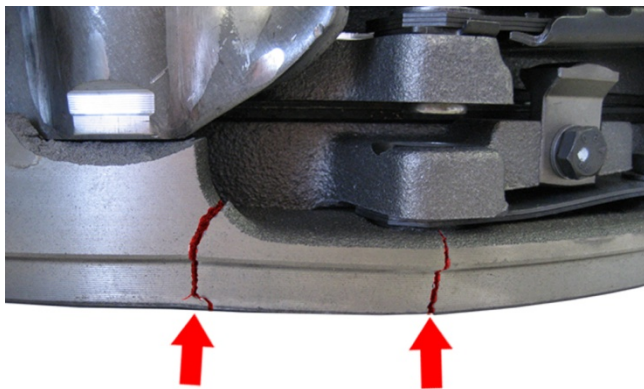
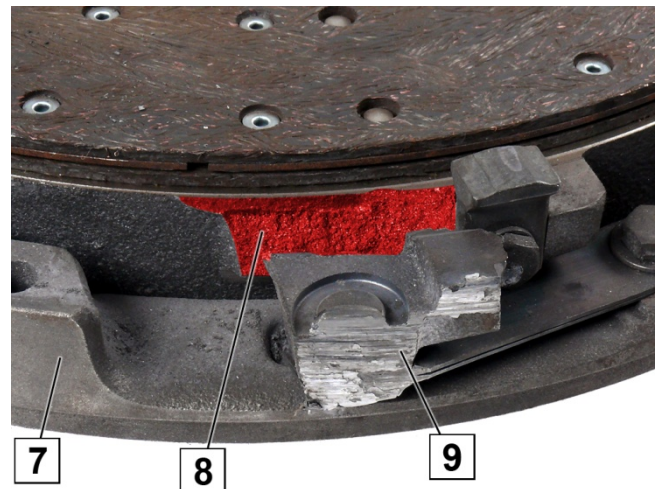

Fig. 2: anillo intermedio roto
Fig. 3: anillo intermedio, casquillo roto y desgastado en la campana de transmisión
No monte el embrague bidisco con el anillo intermedio roto (fig. 2). El anillo intermedio roto dificulta la separación. El casquillo roto (9) del anillo intermedio (7) se mueve hacia afuera por acción de la fuerza centrífuga y daña o estropea la campana de transmisión (fig. 3).
- Compruebe si el anillo intermedio (7) presenta puntos de rotura (fig. 2).
- Compruebe si el anillo intermedio (7) presenta daños tras los casquillos (6).